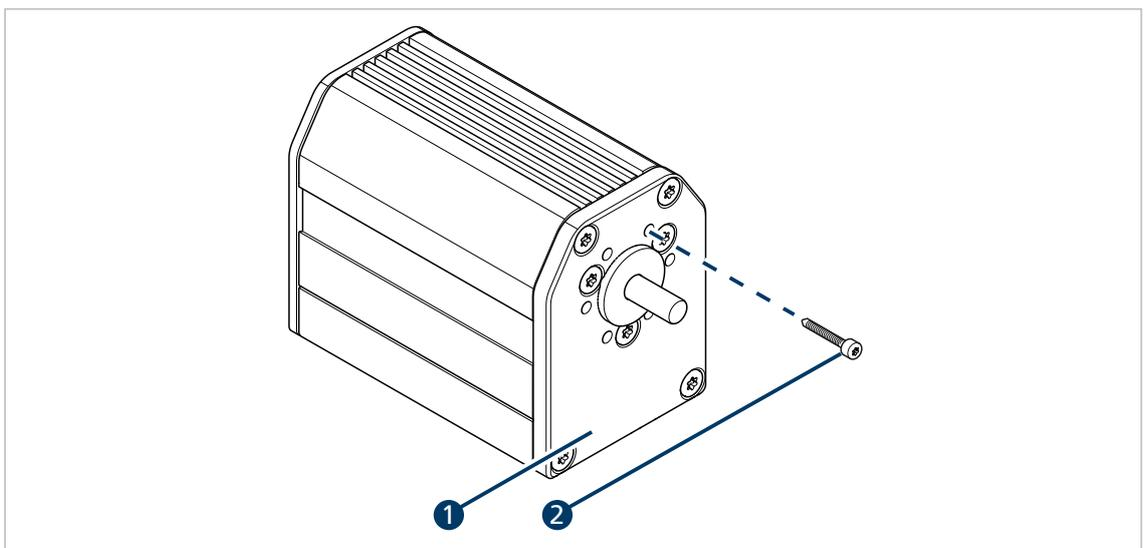

Abb. 7: Montage am Frontflansch
- ▶ Motion Control System (1) mit Schrauben (2) über die Gewindebohrungen an der Abschlussplatte gemäß Abb. 7 befestigen.